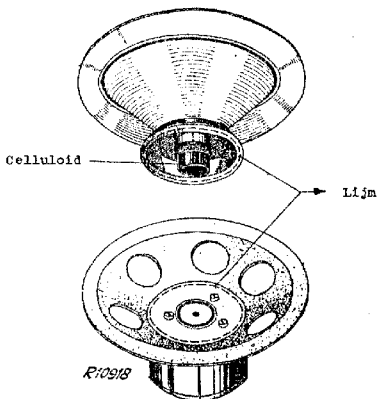

Fig.6
5. Een stukje celluloid x) tezamen met het spreekspoeltje in de luchtspleet steken (zie fig.6).
De conus van de luidspreker type 9712-06 is in latere series gewijzigd. Afwijkend van fig. 6 is de linnen centreerring nu recht en werd een metalen schijf op de conusdrager bevestigd. Aangezien de oude conus niet meer kan worden geleverd, moet men in geval van reparatie deze vervangen door de gewijzigde conus, code nummer 49 981 16.1, nadat men eerst de metalen schijf, codenummer 49 962 68.0 heeft gemonteerd. Ook de gewijzigde conus moet aan de rand worden gelijmd.